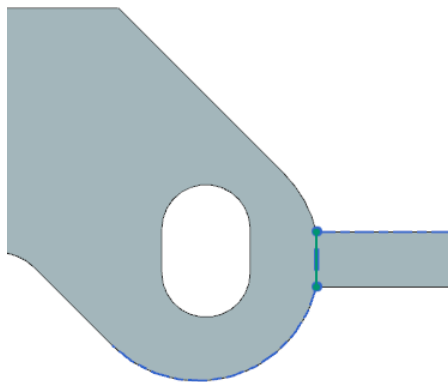

图 4-113 绘制折弯线
(3) 进入草图设计环境，绘制如图 4-113 所示的折弯线。